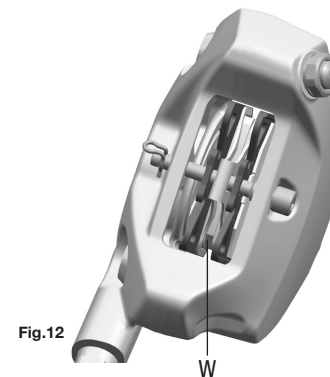

Fig.12
- usure excessive des plaquettes de frein (lorsque l'indication d'usure d'une ou plusieurs plaquette n'est plus visible) (**W** - Fig. 12).